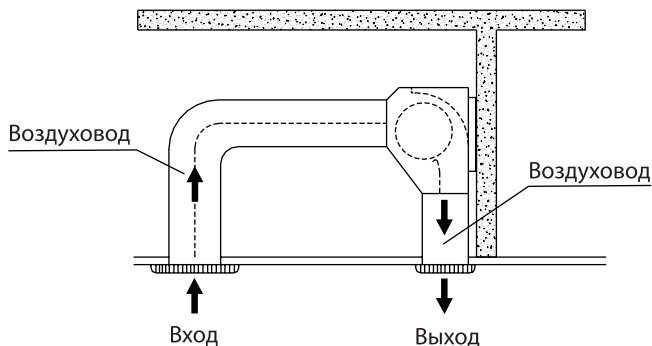

Рис.8 – Установка завес за подвесным потолком
7.4 Завеса также может быть установлена за подвесным потолком. Для этого необходимы воздуховоды (приобретаются потребителем) (рис.8).